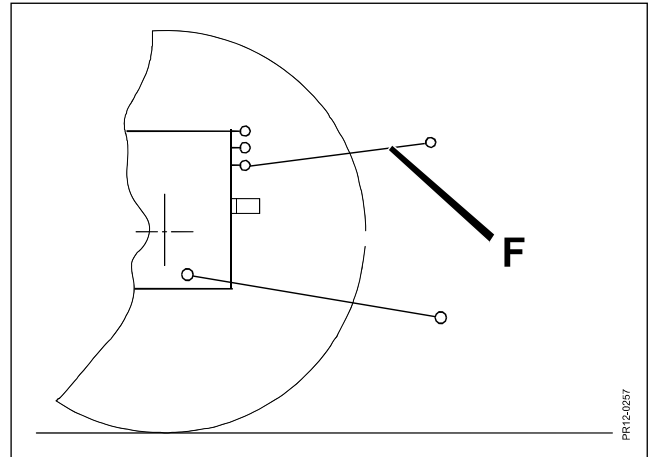

Fig. 2-13
- Fig. 2-13 4) Dann den Oberlenker **F** anbauen. Erst mit einer niedrigen Plazierung auf der Schlepperseite mit Rücksicht auf späteren An- und Abbau der Maschine versuchen.